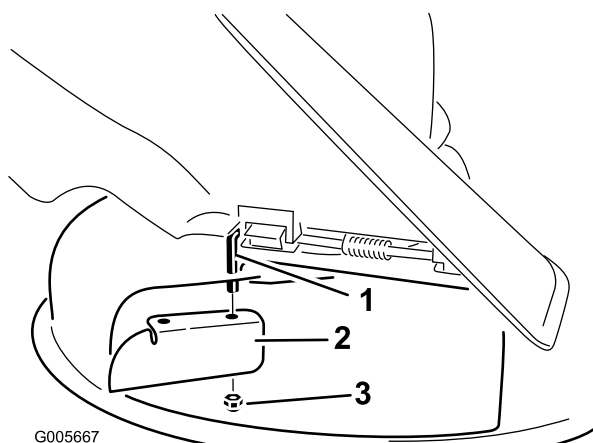

Figure 26
6. Montez le déflecteur d'ouverture sur la tige de pivot exposée (Figure 26). Utilisez l'écrou mince existant (3/8") pour fixer le déflecteur au plateau de coupe.
2. Déposez le déflecteur d'ouverture de la machine (Figure 26).